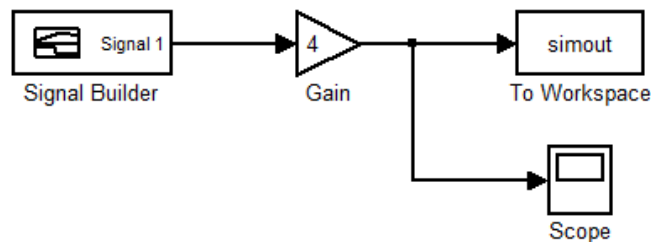

图 2.2.49 向工作空间传递数据
3.向模型中添加“gain”模块和“scope”模块，并按图 2.2.49 连接模块：